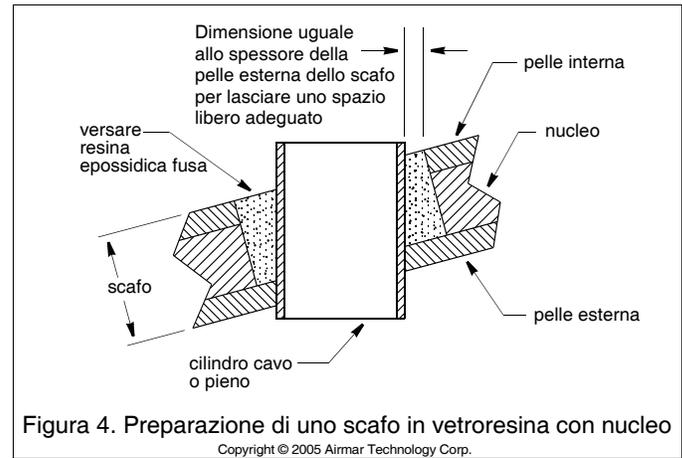

Figura 4. Preparazione di uno scafo in vetroresina con nucleo
1. Praticate un foro guida perpendicolare alla linea di galleggiamento utilizzando una punta da 3mm o 1/8" dall'interno dello scafo (vedi Figura 4). Se vicino al punto scelto per il montaggio sono presenti nervature, puntoni o altre irregolarità dello scafo, praticate il foro dall'esterno. (Se avete praticato il foro in una posizione errata, praticatene un altro in un punto migliore. Applicate del nastro adesivo in carta all'esterno dello scafo sul foro errato e sigillatelo con resina epossidica.)